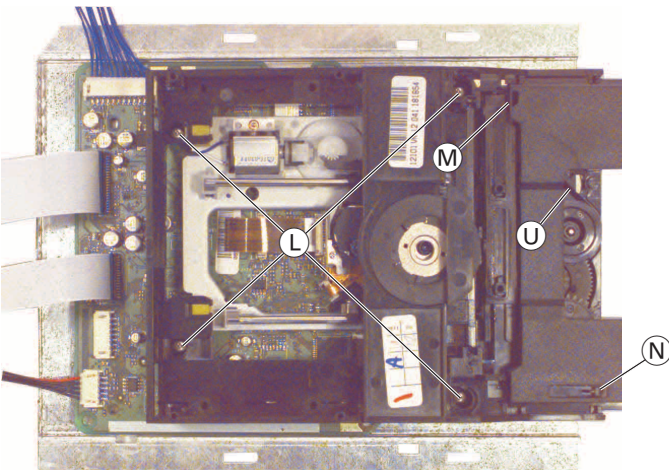

Fig. 5
- 4 Schrauben Ⓛ (Fig. 5) herausdrehen.
- Schublade so weit herausziehen bis der Riemen Ⓤ (Fig. 5) sichtbar ist.
- Undo 4 screws Ⓛ (Fig. 5).
- Pull out the tray until the belt Ⓤ (Fig. 5) is just visible.